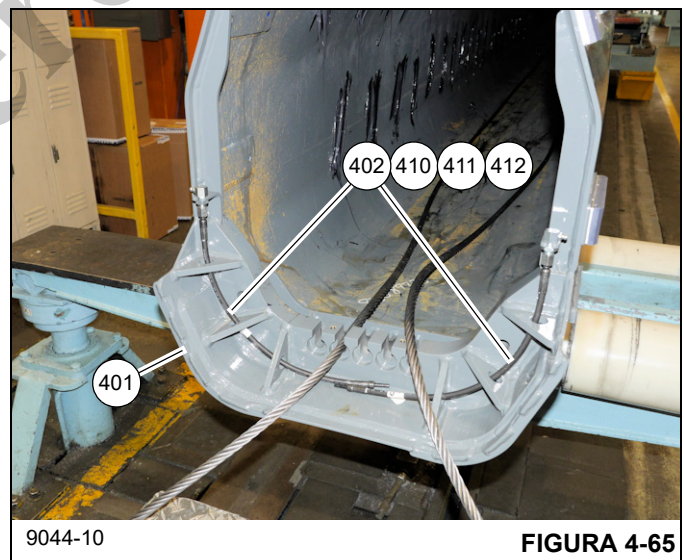

FIGURA 4-65
11. Instale la manguera de engrase (402) y adaptadores (410, 411, 412) en la parte trasera de la sección telescópica 3 (401). Asegúrese que las graseras apunten hacia afuera y que las mangueras pasen por los agujeros en las escuadras de refuerzo de la sección telescópica 3 (401) (vea la Figura 4-65).
10. Instale seis almohadillas de desgaste (407) con suplementos (408, 409) en la parte trasera de la sección
12. Aplique grasa universal en el interior de la parte superior, lateral y parte inferior de la sección telescópica 3 (401), en las áreas en donde las almohadillas de desgaste de los cilindros telescópicos N.º 1 (502) y N.º 2 (501) se tocarán (vea la Figura 4-65).
13. Rocíe grasa universal en la parte exterior de la sección telescópica 3 (401). Midiendo aproximadamente 1/4 de la distancia de la pluma desde la punta delantera, deje